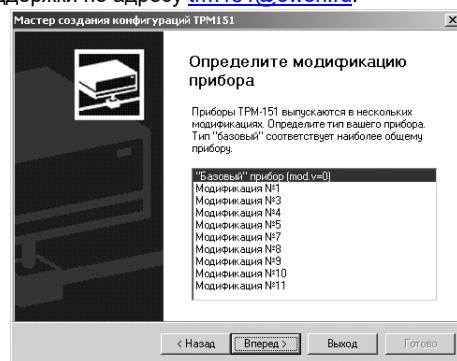

Рисунок 10.2
**Если модификацию считать не удается,** появится соответствующее сообщение. После нажатия «OK» открывается окно с приглашением выбрать модификацию прибора из списка (рисунок 10.2).